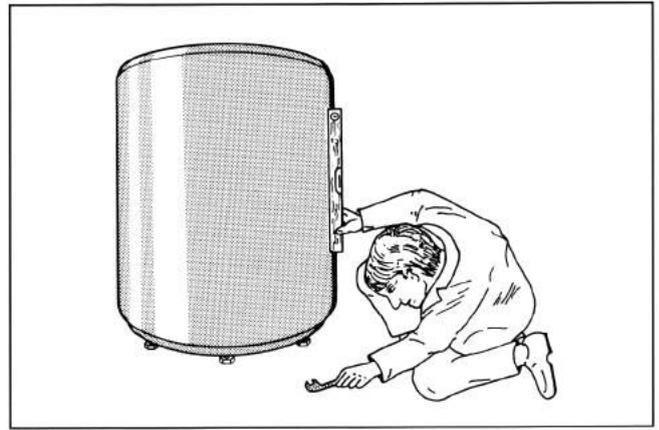

Abb. 3 – Prinzipabbildung
- Speicher-Wassererwärmer durch Justieren der Fußschrauben senkrecht ausrichten (Abb. 3).